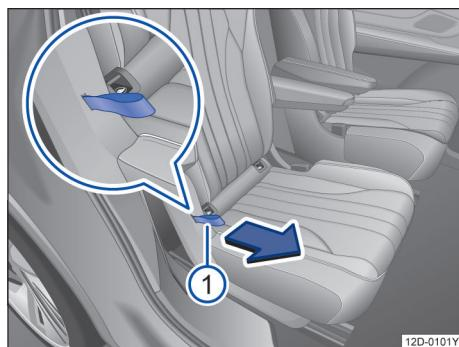

图 68 第二排座椅:将后座椅向前翻折
- 将锁止拉扣→图 68 ① 往上拉起并将后座椅靠背向前翻折。整个后座椅往前翻折→▲。